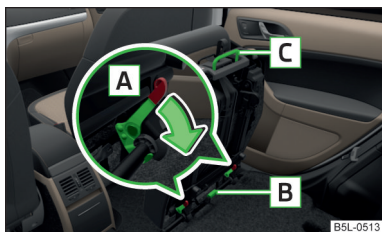

Fig. 52
- Desbloquee el asiento abatido hacia delante presionando los bloqueos del asiento **A** en sentido de la flecha » fig. 52.
- Abata el asiento exterior hacia delante » página 74 y desbloquéelo » fig. 52 de la página 75.